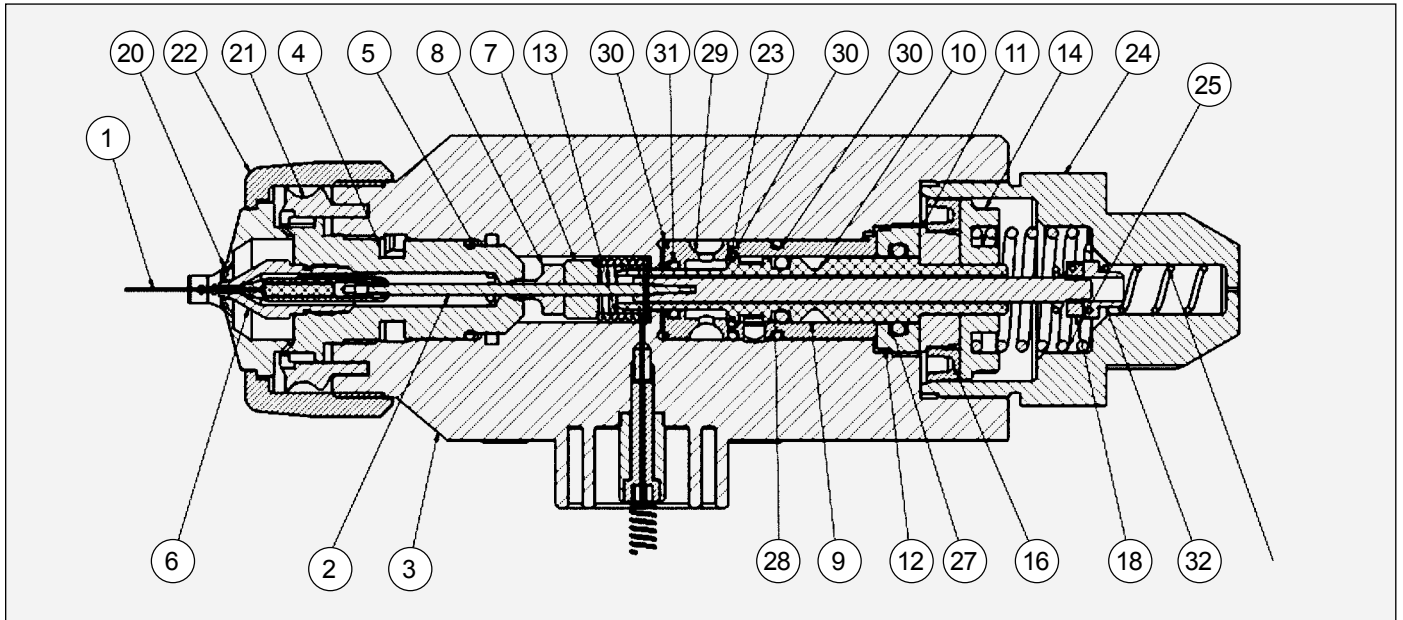

Figura 14: Sottogruppo testa
8. Rimontare le parti rimanenti, come illustrato nella Figura 14, verificando che la linguetta di allineamento sulla boccola [9] sia in linea con la scanalatura di allineamento nel corpo [3].